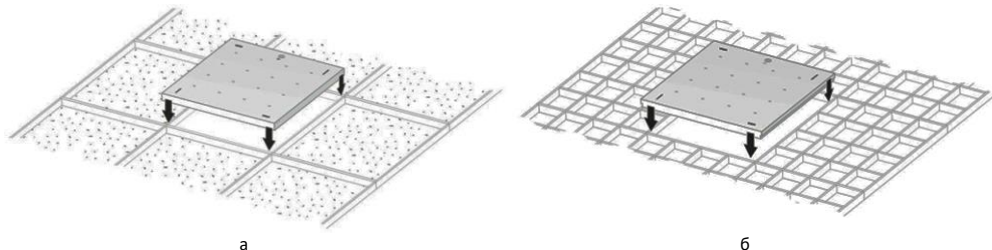
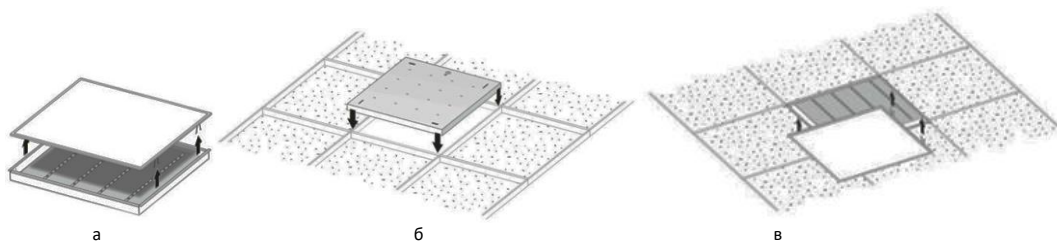

Рисунок 7 — Установка светильника Geniled серии Офис, ЛПО (а), серии Грильято (б) на подвесную конструкцию.
Рисунок 8 — Установка светильника Geniled серии Экофон на подвесную конструкцию.
5.3.3. Установите светильник Geniled на монтируемое место (Рисунок 7, а — для потолка типа «Армстронг», б — для потолка типа «Грильято», Рисунок 8 — для потолка типа «Есophon»). Следите за тем, чтобы кабель не оказался зажат между элементами конструкции потолка и светильника. Убедитесь, что светильник надежно закреплен на потолке.